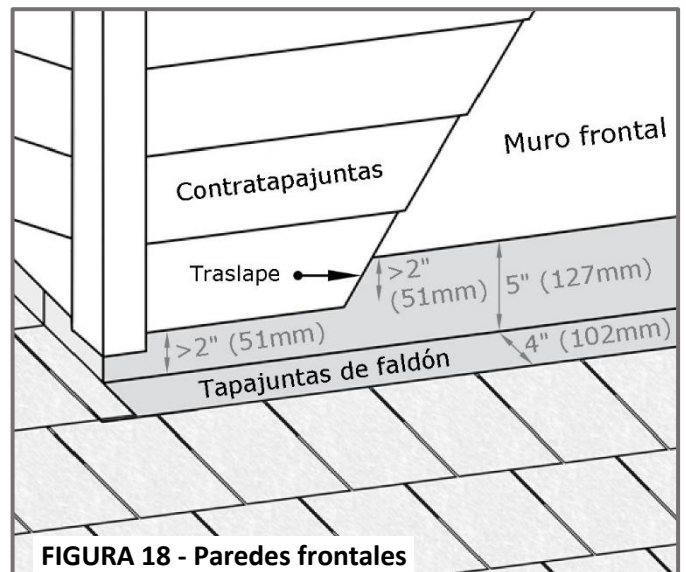

FIGURA 18 - Paredes frontales
- Instale un tapajuntas de delantal al menos **5" (127mm)** hacia arriba de la pared frontal y que se extienda al menos **4" (102mm)** hacia abajo en el techo. Clave el tapajuntas de delantal únicamente a la cubierta y séllelo a las tejas con sellador y adhesivo aprobados por F-WAVE (vea la **Tabla 1**). No clave el tapajuntas de delantal a la pared. En su lugar, asegúrelo con material de revestimiento (contra tapajuntas) por encima. Termine el contra tapajuntas al menos **2" (51mm)** por encima del techo y superpóngalo al tapajuntas de delantal por al menos **2" (51mm)**. Vea la **Figura 18**.